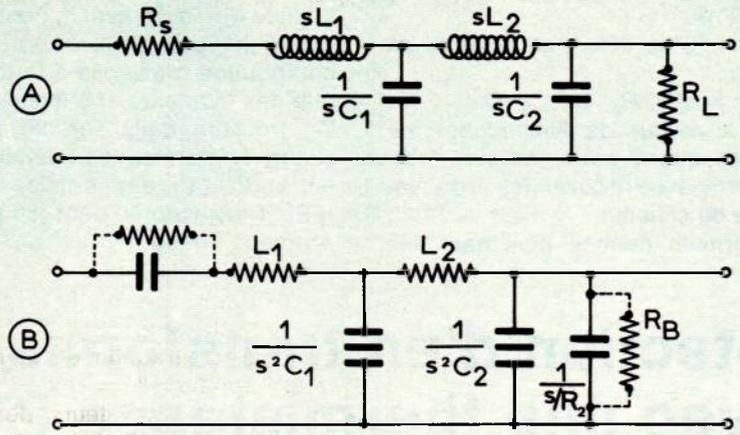

Figure 7
La méthode générale de détermination des FDNR est illustrée à la figure 7 (A) et (B).